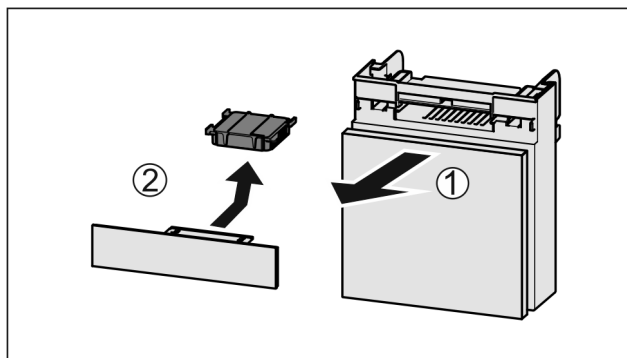

Fig. 182
- Vytiahnite zásuvku smerom dopredu Fig. 182 (1).
- Vyberte aktívny uhlíkový filter Fig. 182 (2).